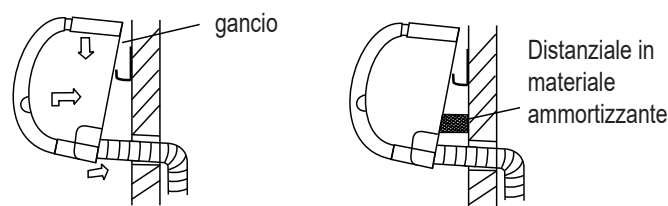

fig. 11
- Sollevare il ventilconvettore dalla parte inferiore e posizionare un distanziale in modo da poter lavorare agevolmente come riportato in "fig. 11"